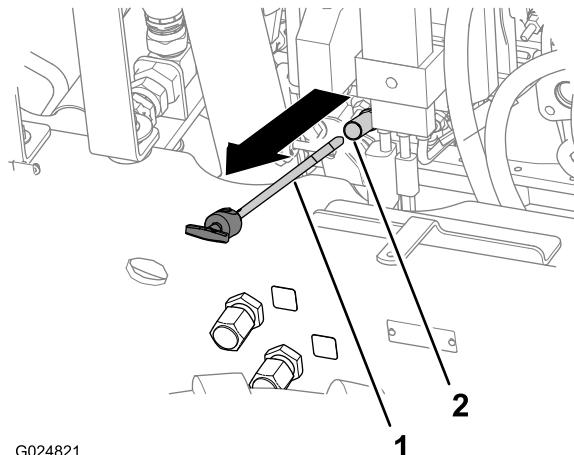

Figura 24
4. Retire la varilla y límpielala con un trapo limpio (Figura 24).
5. Inserte totalmente la varilla en el tubo de la varilla y, a continuación, sáquela (Figura 24).